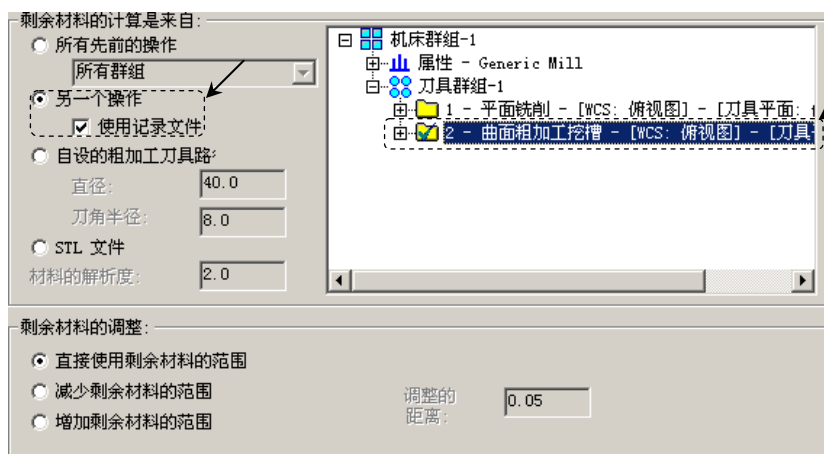

图 11.20 “剩余材料参数”选项卡
(1) 在“曲面残料粗加工”对话框的 **刀具路径参数** 选项卡的列表框中显示出 Step4 所选择的刀具，双击该刀具，系统弹出“定义刀具-机床群组-1”对话框。
(2) 设置刀具号码。在“定义刀具-机床群组-1”对话框的 **刀具号码** 文本框中，将原有的数值改为 3。
(3) 设置刀具参数。单击“定义刀具-机床群组-1”对话框中的 **参数** 选项卡，在 **进给率** 文本框中输入值 120.0，在 **下刀速率** 文本框中输入值 100.0，在 **提刀速率** 文本框中输入值 500.0，在 **主轴转速** 文本框中输入值 1500.0。
(4) 设置冷却方式。在 **参数** 选项卡中单击 **Coolant...** 按钮，在系统弹出的“Coolant...”对话框的 **Flood** (切削液) 下拉列表中选择 **On** 选项。单击  按钮，关闭“Coolant...”对话框。
(5) 单击“定义刀具-机床群组-1”对话框中的 按钮，完成刀具参数的设置。
Step8. 设置剩余材料参数。在“曲面残料粗加工”对话框中单击 选项卡，设置图 11.20 所示的参数。